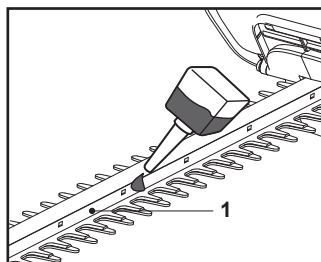

Fig. 17
13. Lubrifier les surfaces internes de la lame si le dispositif de coupe (lame) (1) surchauffe pendant le fonctionnement (Fig. 17).
1. Garder le dispositif de coupe (lame) (1) propre et exempt de débris. Retirer les déchets de taille à l'aide d'une brosse.
2. Appliquer une petite quantité de lubrifiant approprié sur le dispositif de coupe (lame) pour maintenir une bonne efficacité de coupe (Fig. 17).